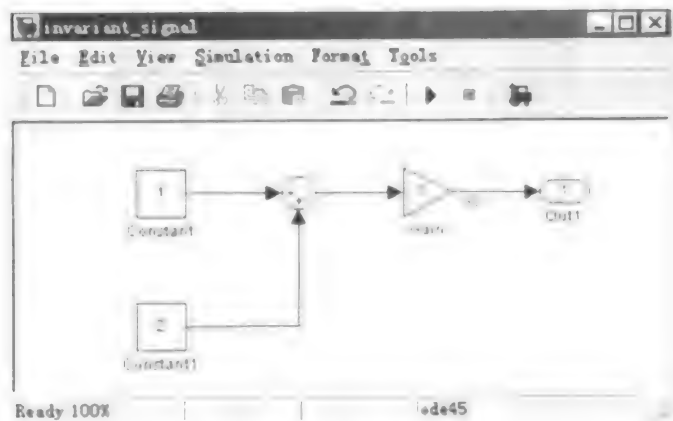

图 10-12 不变信号示例模型
(4) Invariant signals。注意“invariant constants”和“invariant signals”并不是等同的。“invariant signals”指在 Simulink 仿真过程中保持不变的模块输出信号。例如在图 10-12 所示的模型中的 S3 信号就是一个不变信号。如果用户在 Code Generation Options 对话框里选择了 Inline invariant signals, Real-time Workshop 就把不变信号 S3 内嵌在生成的代码里。这和 Real-Time Workshop 页的 Inline parameters 不同,后者对应应用于不变常数,在这个例子中,如果用户选中了 Inline parameters 检查框, Real-Time Workshop 就内嵌两个常数和增益。